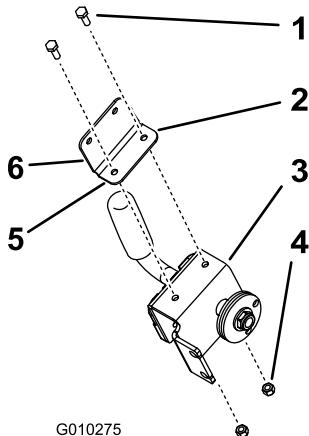

Figure 5
1. Montez l'ensemble poignée sur le support en équerre avec 2 boulons (1/4 x 3/4 po) et 2 contre-écrous (1/4 pouce) (Figure 5). Veillez à utiliser le support correct.